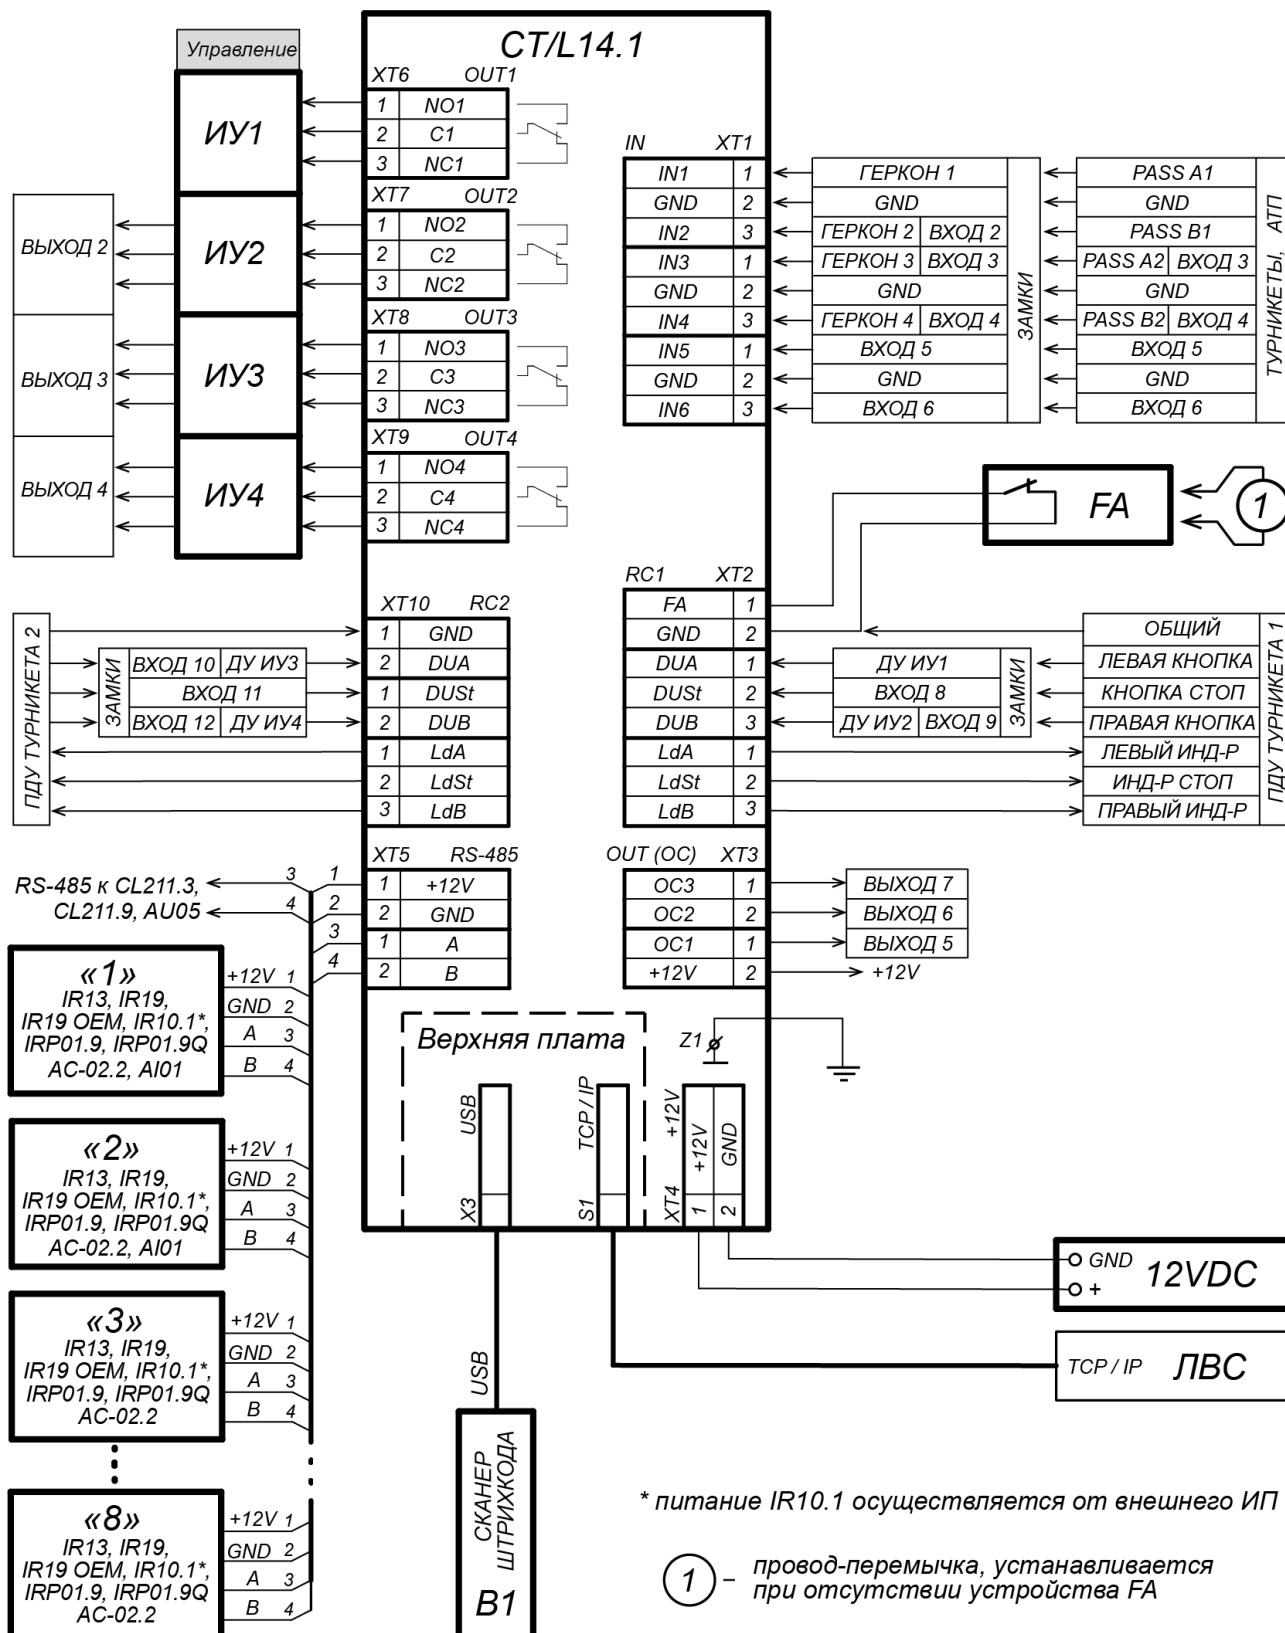

Рисунок 4. Общая схема подключений
Выходы *LdA*, *LdSt*, *LdB* могут использоваться (см. рис. 4):
При подключении к RS-485 руководствуйтесь инструкциями на подключаемые устройства и схемой, представленной на рис. 4. Для подключения линии связи RS-485 к контроллеру применяется кабель типа №2 (см. табл. 3).
Возможны следующие варианты подключения считывателей (см. схему на рис. 4):
Подключение к контроллеру осуществляется согласно схемам, представленным на рис. 4 – 14. Используемые типы кабелей указаны в табл. 3. Расположение клеммных колодок на плате контроллера указано на рис. 1.
7. Установите ИП, подключите кабель от ИП к клеммной колодке **XT4** нижней платы контроллера согласно схеме, представленной на рис. 4.
2. Подключение замка производится к клеммным колодкам **XT6-XT9** нижней платы контроллера в соответствии со схемами подключения (см. рис. 4 – 6).
Аварийная разблокировка (аварийное открытие прохода) исполнительных устройств производится по команде устройства аварийной разблокировки (аварийного открытия прохода) *Fire Alarm*. Устройство *Fire Alarm* подключается к входу контроллера *FA* (контакты *FA* и *GND* клеммной колодки **XT2**, см. рис. 4, 6, 12). При отсутствии устройства *Fire Alarm* на вход должна быть установлена перемычка проводом (установлена при поставке). Параметры для сигнала *FA* указаны в разд. 5.4.2. При подаче управляющего сигнала на вход *FA* контроллер переводится в режим *Fire Alarm*. В этом режиме все подключенные ИУ разблокируются (открываются) для прохода в обоих направлениях. Другие команды управления при этом игнорируются.